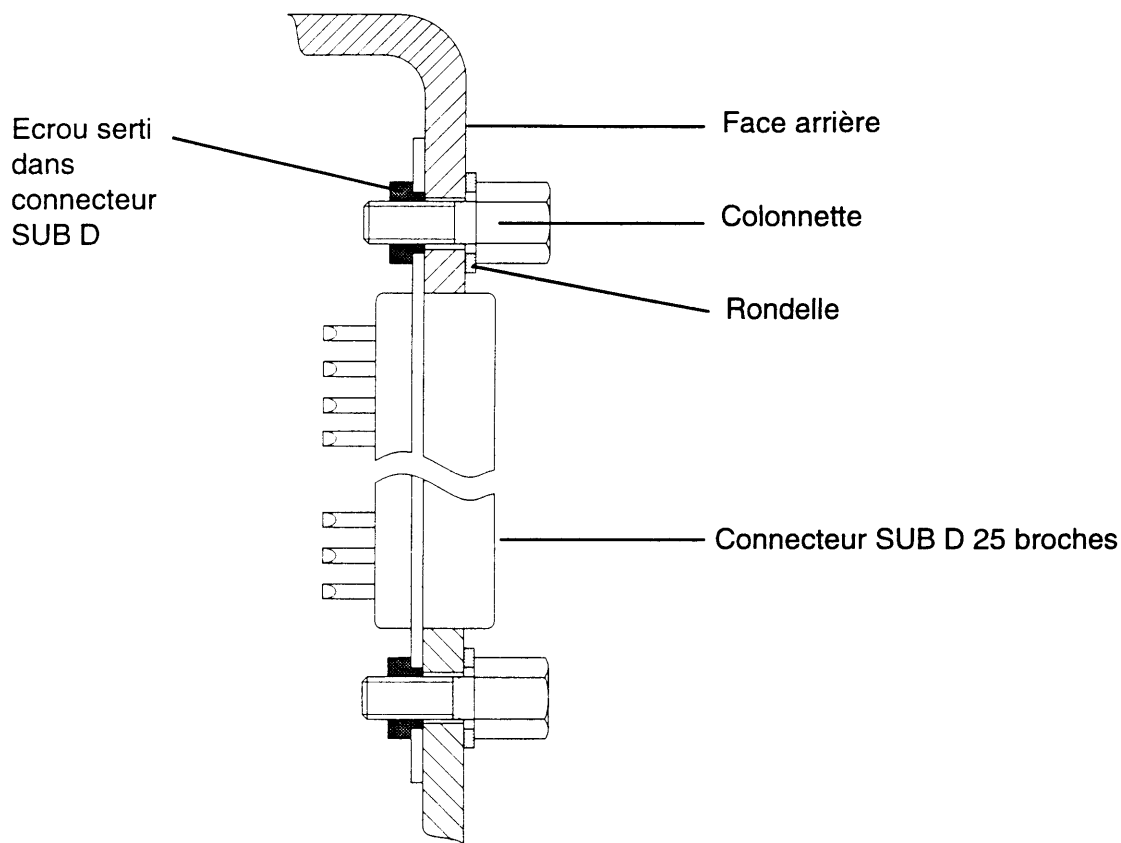

figure 28
- Fixer le connecteur au châssis de l'oscilloscope avec les 2 colonettes et les 2 rondelles (figure 28).